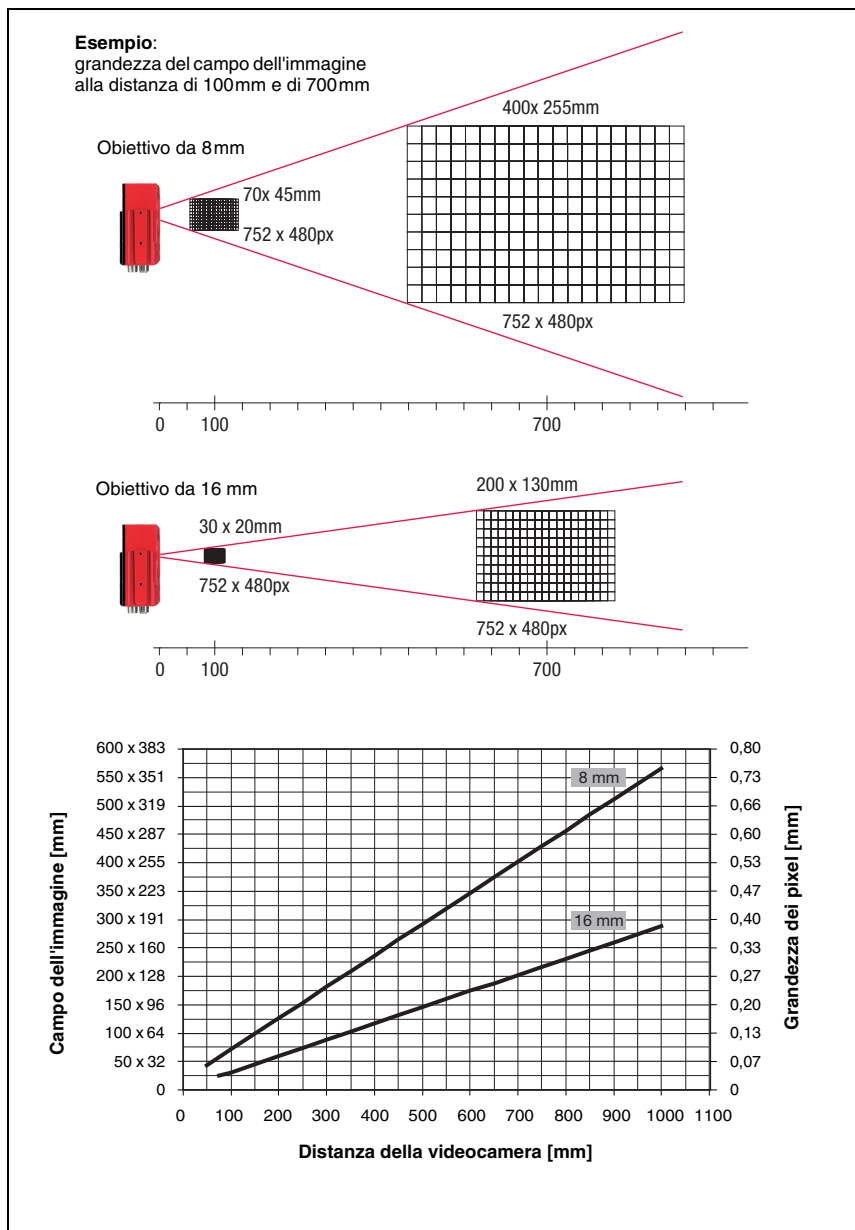
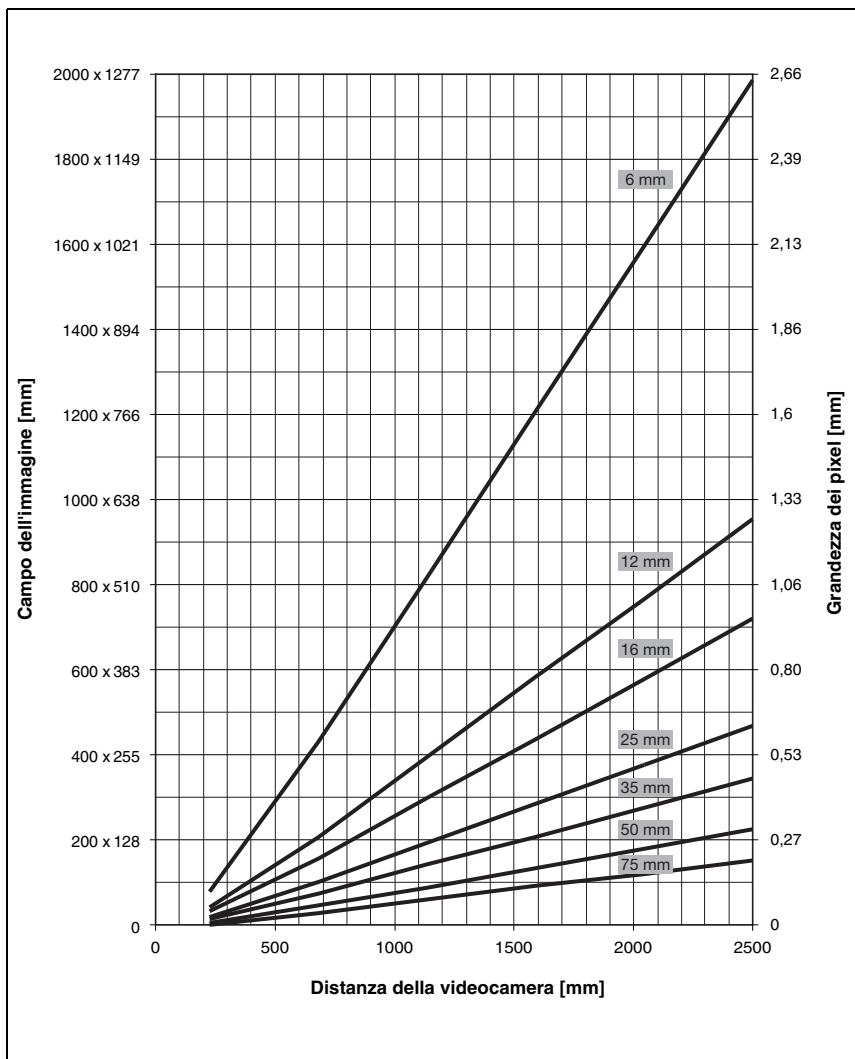

Figura 4.6: Distanza della videocamera / campo dell'immagine - Apparecchi standard
Figura 4.7: Distanza dalla videocamera / campo d'immagine - Varianti di apparecchio per obiettivi intercambiabili con C-mount
- Distanza della videocamera risultante dal rispettivo campo d'immagine (vedi figura 4.6 a pagina 22 e figura 4.7 a pagina 23).
Nella figura 4.6 e figura 4.7 è illustrata la relazione tra la distanza della videocamera ed il campo dell'immagine che ne risulta per le varianti di apparecchio con C-mount.
Il diagramma nella figura 4.6 illustra la funzione che intercorre tra la distanza della videocamera (= distanza del bordo anteriore della videocamera dall'oggetto) ed il campo dell'immagine per apparecchi standard con distanza focale di 8mm e 16mm. Nella figura 4.7 è illustrata questa relazione per le varianti di apparecchio con C-mount.